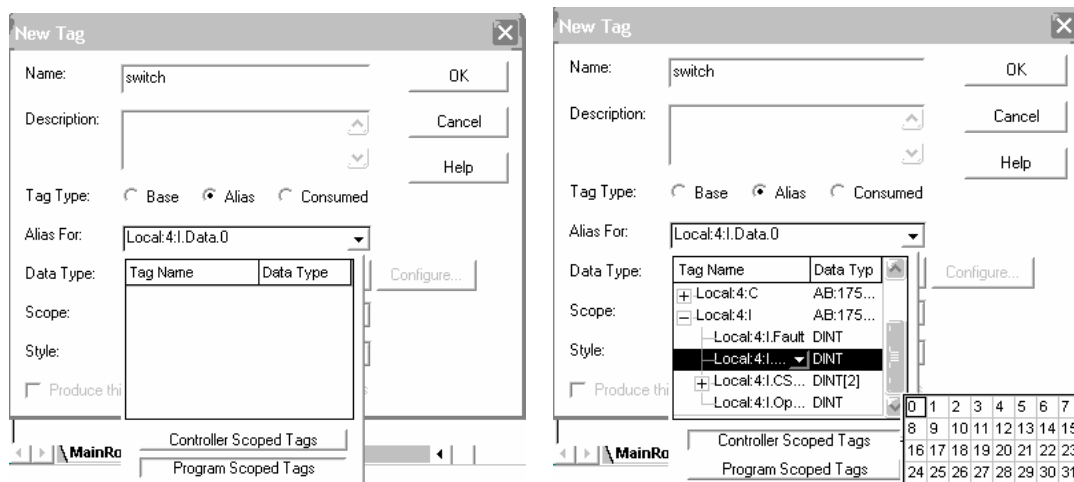

Figura 3.11 Creación de un tag basado en alias, desde el renglón de edición
2. Seleccione la opción *new "asciende"*, aparece una ventana de definición de tag, tal y como se mostró en la figura 3.11 para la creación de alias de tag, figura 3.24.2.